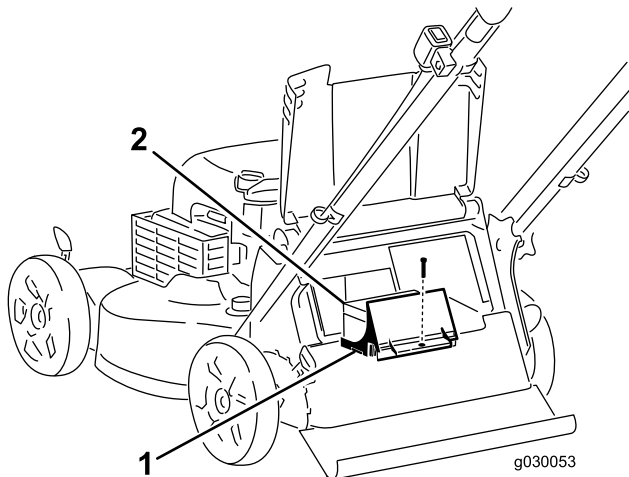

Figura 37
**Nota:** La máquina viene con un fusible de repuesto en el compartimento del cargador de la batería (Figura 37).